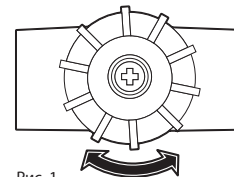

Рис. 1
Отрегулировать длину несущей ленты по размеру головы путём вращения регулировочной ручки (рис. 1).
Рис. 1а
Рис. 1б
- Для замены снимите имеющийся адаптер с кронштейна щитка, начиная с правой стороны. Отогните конец кронштейна указательным пальцем левой руки, после необходимо большим пальцем правой руки выдвинуть адаптер движением вперед (см. рис. 1). Аналогичную операцию повторите с левой стороны щитка.